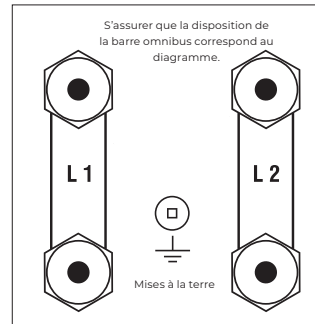

Figure 4 – Éléments en parallèle
3. Des mises à la terre sont requises pour les radiateurs utilisant un voltage de 120 V et plus, comme illustré aux Figures 4 et 5, page 18.
4. Deux ou quatre bornes peuvent être requises dans la boîte de jonction, selon le nombre d'éléments utilisés dans la fabrication du radiateur. Tous les modèles MKII intègrent un seul élément et, par conséquent, ne contiennent que deux bornes. Les procédés de branchement pour les différentes combinaisons sont illustrés dans les Figures 4 et 5, page 18.